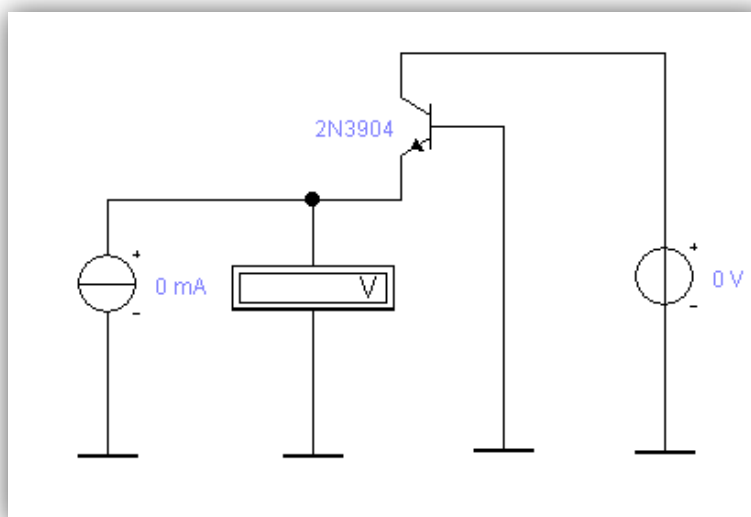

Рисунок 3 – Схема для снятия входной характеристики транзистора с общей базой
1. Снимите входные характеристики транзистора для схемы с общей базой (рисунок 3) и заполните таблицу 3.